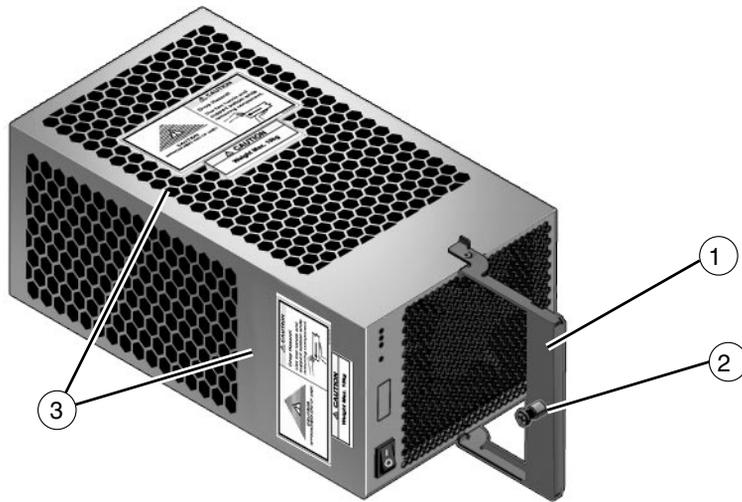

FIGURE 4-1 PSU
5. Déverrouillez la PSU en faisant pivoter la poignée de 90° pour l'ouvrir complètement. (FIGURE 4-1)